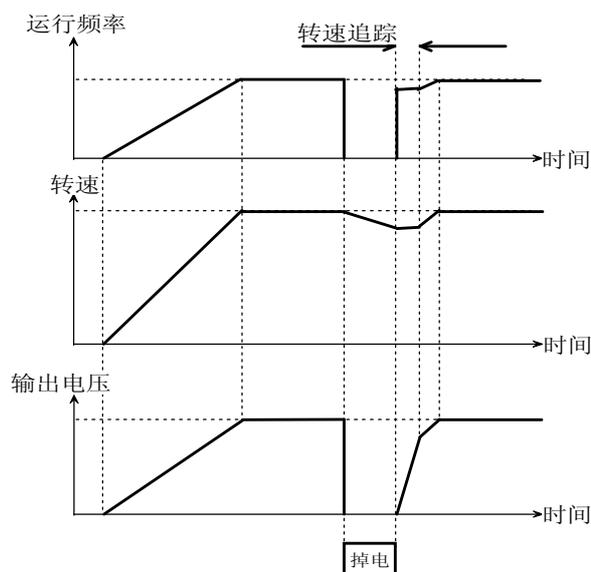

图 5-1-2 转速追踪
- ◆ 转速追踪：变频器在启动前，先对电动机的转速进行检测，然后以检测到的速度为起点，按加减速时间运行到设定频率，实现对旋转电机的平滑无冲击启动，如图5-1-2所示。此方式适合于停机状态有转动现象的大惯性负载的启动。